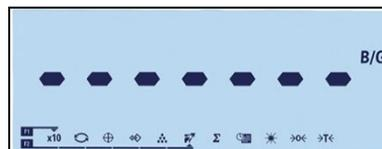

Figura 2-22: Display che indica l'acquisizione del valore di pesa in corso
1. Mettere l'animale o gli animali sulla piattaforma e premere il tasto funzione "pesa animali" . Mentre il terminale acquisisce i valori di pesa, viene visualizzato "-----" (Figura 2-22). L'operazione richiede da 2 a 3 secondi. Al fine di ottenere migliore precisione, i primi 14 valori di pesatura vengono scartati e i successivi 56 acquisiti per il calcolo. Ciò